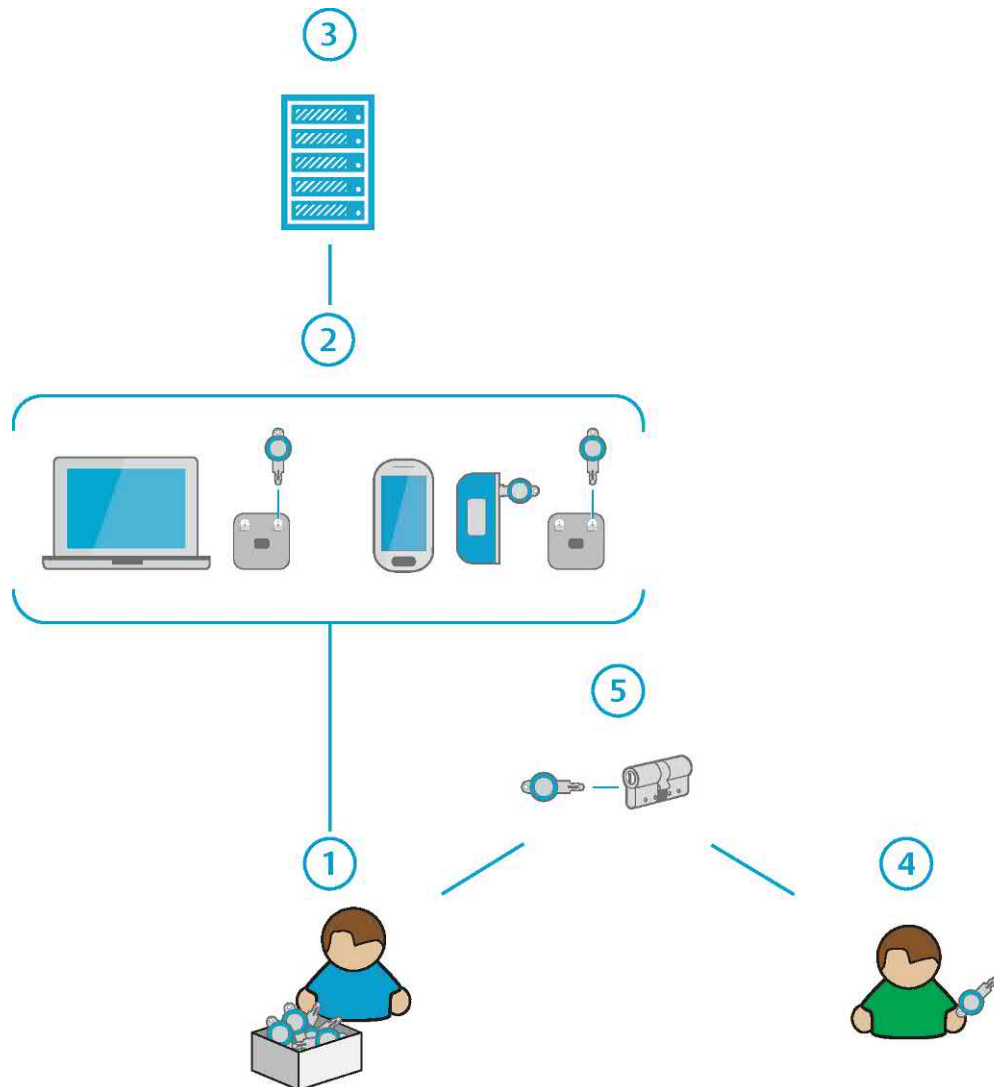

Abbildung 1. Prinzipien von CLIQ™ Go
Abbildung 1 "Prinzipien von CLIQ™ Go", Seite 9 zeigt das Prinzip von CLIQ™ Go. Administratoren (1) greifen über die CLIQ™ Go App auf einem PC, Smartphone oder Tablet (2) auf den CLIQ™ Go Server (3) zu und aktualisieren die Schlüsselaufentifizierungen. Um bei einzelnen Schlüsseln den Zugang zum Zylinder zu sperren, programmiert der Administrator einen beliebigen Nutzerschlüssel und steckt ihn in den Zylinder. Schlüsselhalter (4) stecken ihren Schlüssel in Zylinder (5), um Türen zu öffnen.